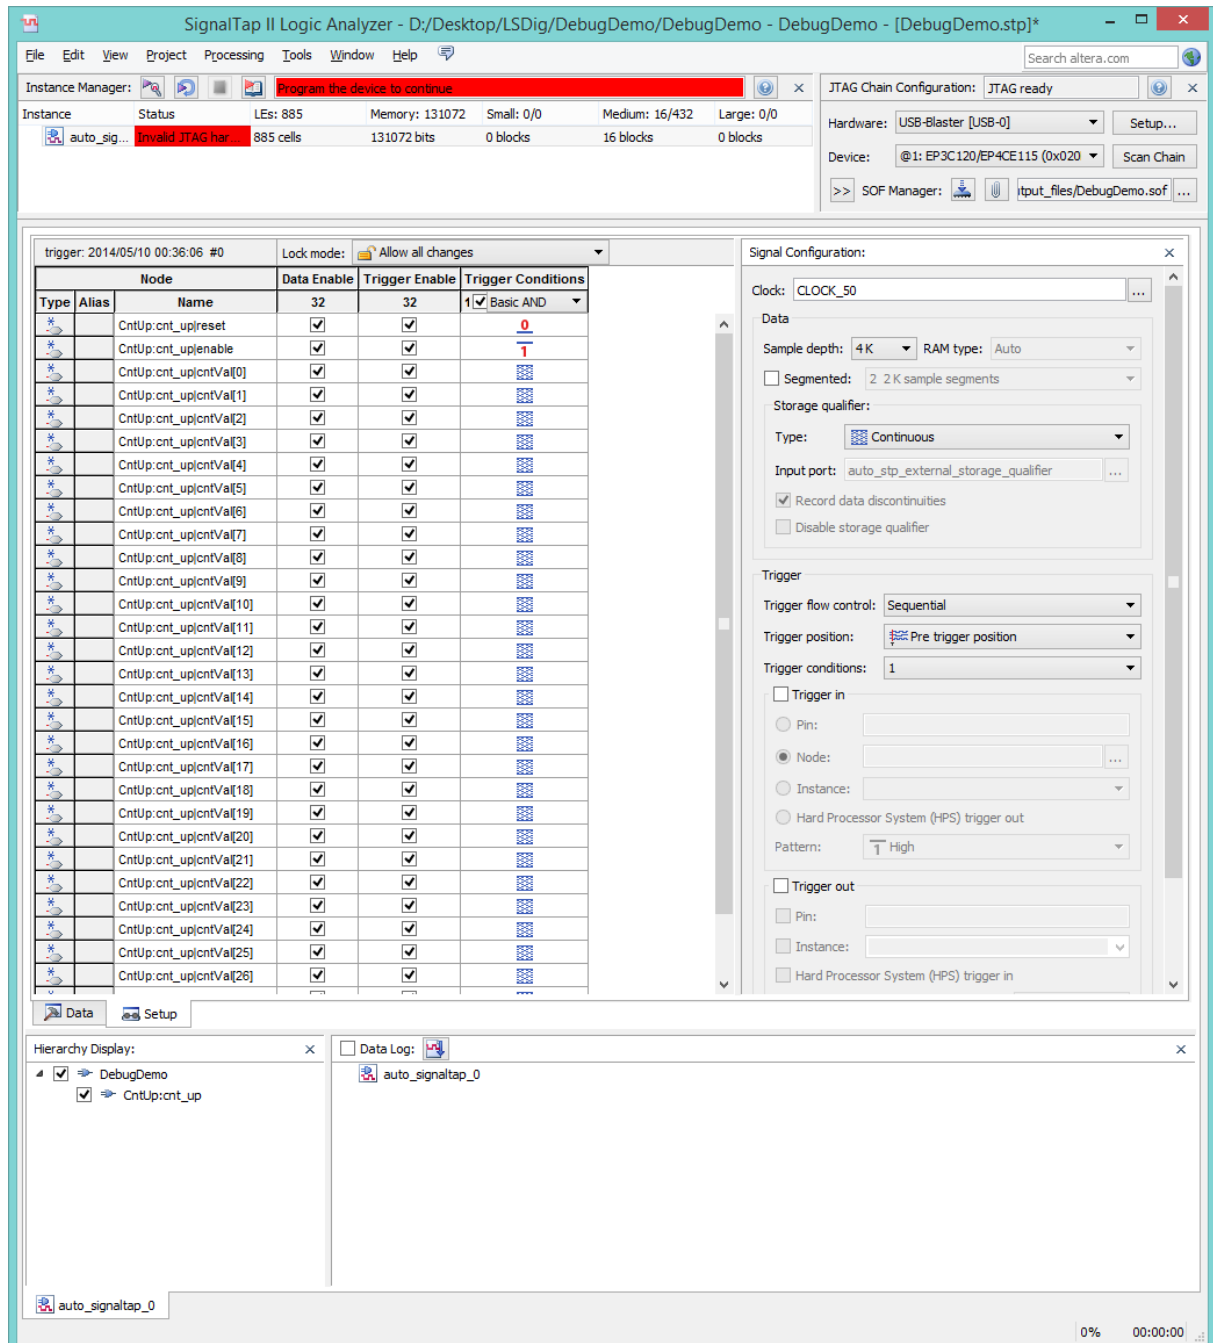
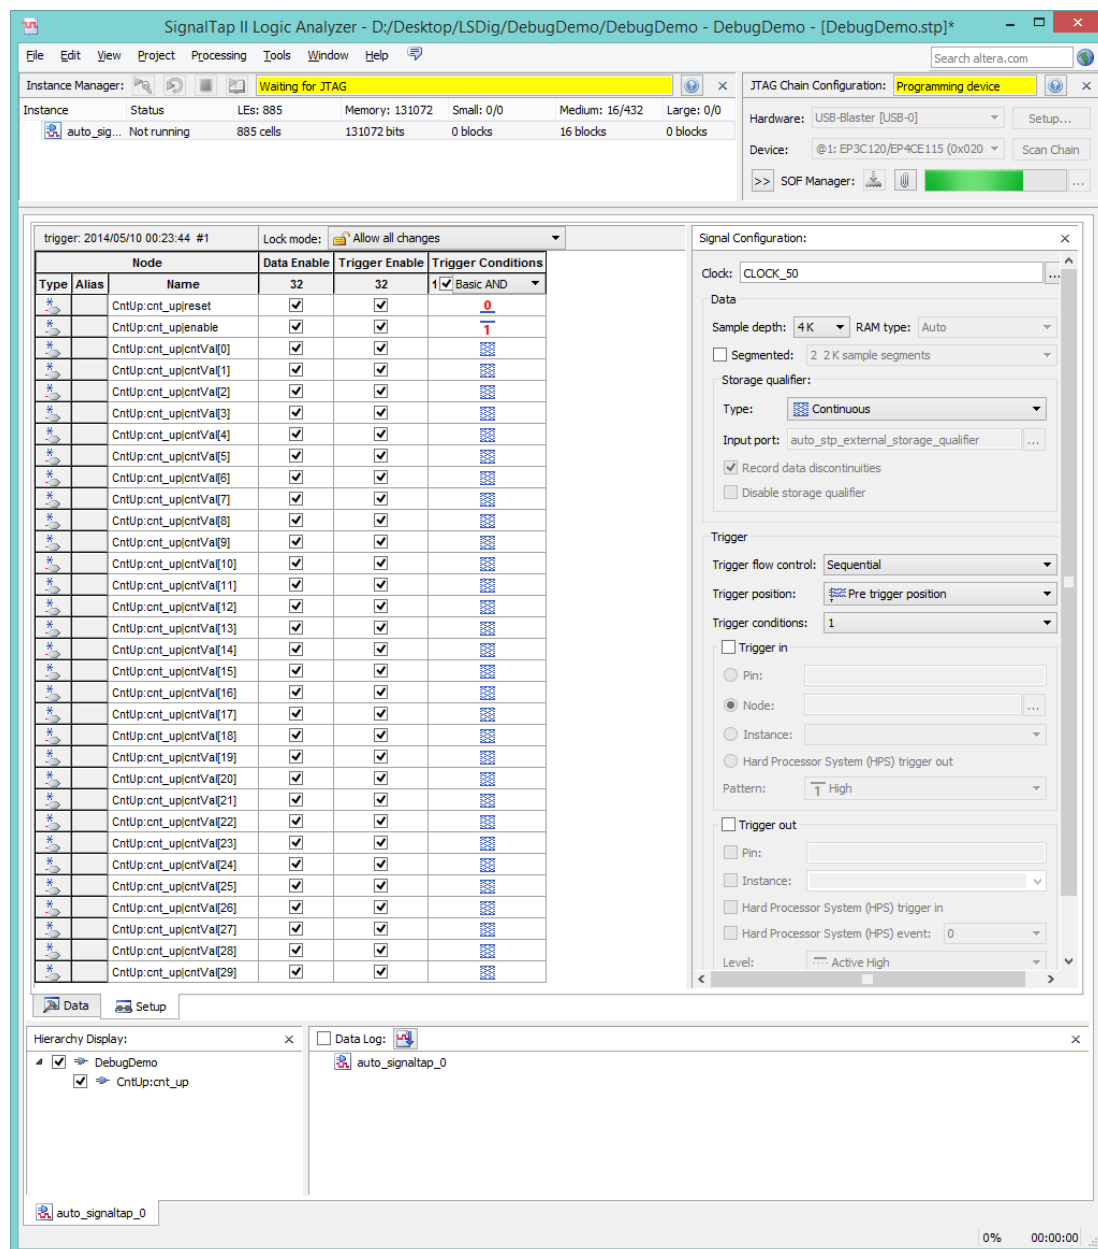

Figura 11 – Aplicação “SignalTap II Analyser” antes da programação da FPGA.
Figura 12 – Aplicação “SignalTap II Analyser” durante a programação da FPGA.
8. Especifique o ficheiro SOF a usar para configurar a FPGA (*output_files/DebugDemo.sof*) e programe a FPGA (canto superior direito da figura 11). O ficheiro SOF inclui quer a configuração da lógica do sistema desenvolvido, quer a configuração da lógica correspondente às componentes de hardware do analisador lógico. Durante a programação da FPGA a aplicação deve apresentar o aspeto da figura 12.